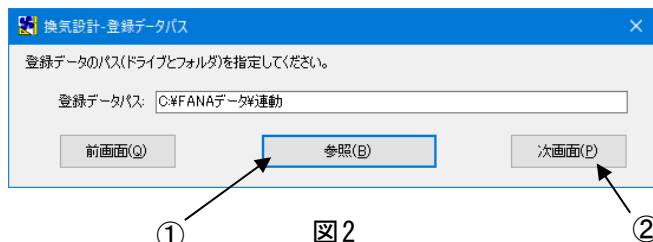

図2
データを保存したドライブとフォルダを「参照(B)」ボタン(図2-①)などを利用して指定し、「次画面(P)」ボタン(図2-②)をクリックします。